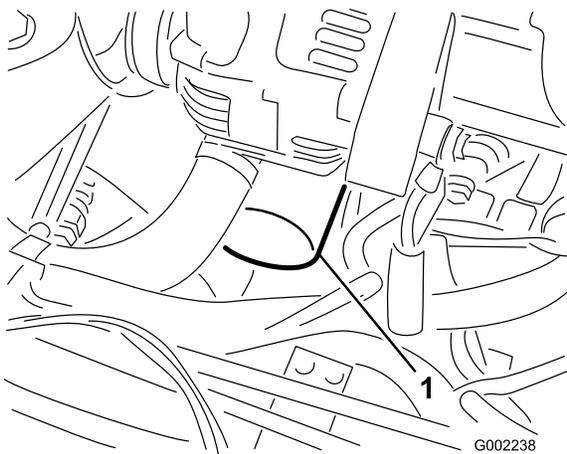

Bild 43
7. Entfernen Sie den alten Ölfilter (**Bild 43**).
10. Setzen Sie den Ersatzölfilter auf den Anbaustutzen auf. Drehen Sie den Ölfilter nach rechts, bis die Gummidichtung den Filteradapter berührt. Ziehen Sie ihn dann um eine weitere halbe Umdrehung an (Bild 43).